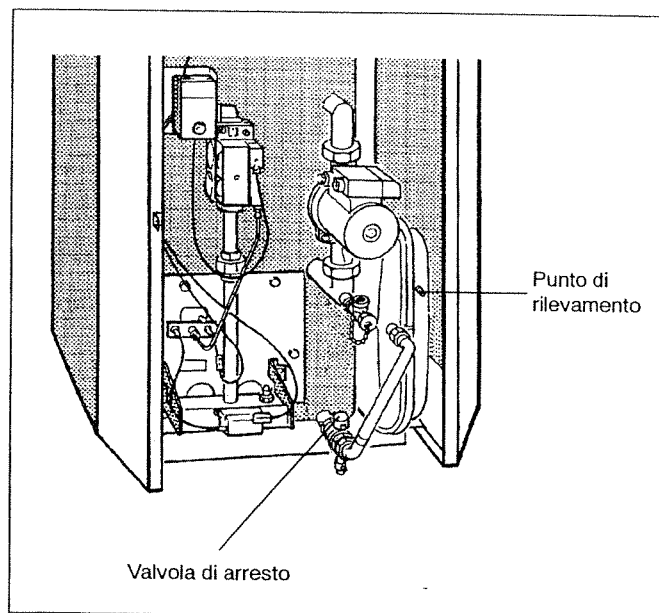

Fig. 24: G124 XV: Vaso di espansione; a partire dalla grandezza caldaia 20-4 sul pannello posteriore della caldaia
- Rimuovere il cappuccio rosso e chiudere la valvola di blocco (Fig. 24).
- Rimuovere il tappo dal punto di rilevamento (Fig. 24) e correggere la pressione.